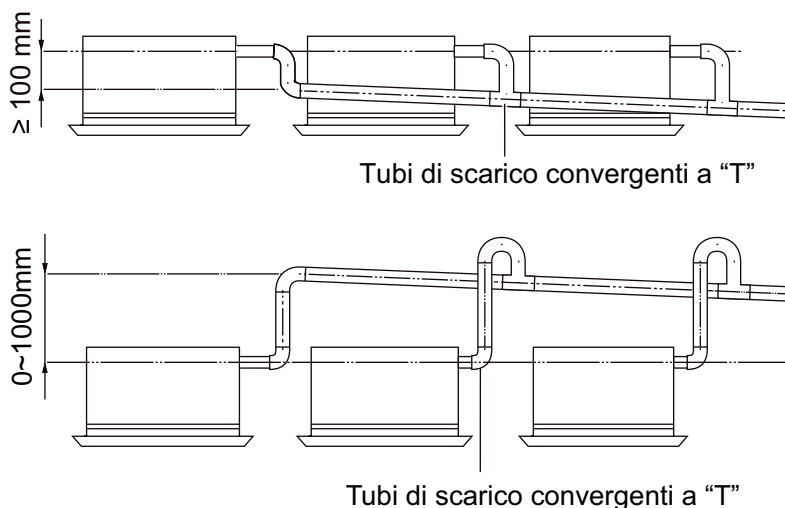

Fig.20
- (3). In caso di collegamento di più tubi di scarico, installare i tubi come mostrato in Fig.20. Scegliere tubi di scarico convergenti il cui calibro sia adeguato alla potenza operativa dell'Unità (prendere come esempio l'Unità di tipo Cassetta).